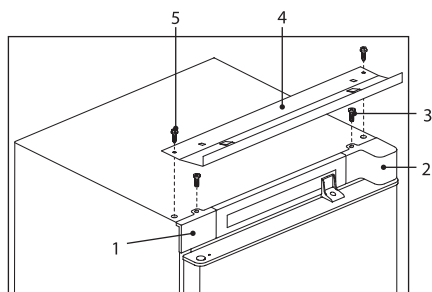

Figura 4
- montați plăcile 1 și 2 (sau 15 și 16 vezi figura 2) conform figura 4 și fixați fiecare cu șurubul 3;